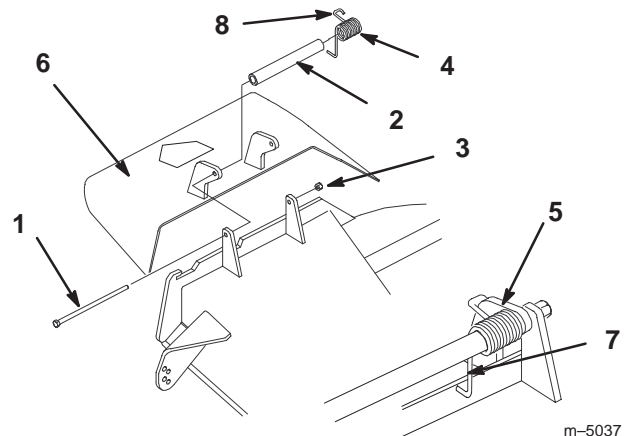

Figure 71
- Retirez le contre-écrou, le boulon, le ressort et l'entretoise qui fixent le déflecteur aux supports de pivot (Fig. 71). Enlevez le déflecteur s'il est endommagé ou usé.
- Note:** prenez soin de placer l'extrémité en **L** du ressort derrière le bord du plateau avant de mettre le boulon en place, comme indiqué à la Figure 71.
- Remettez le boulon et l'écrou. Accrochez l'extrémité crochue en **J** du ressort au déflecteur d'herbe (Fig. 71).